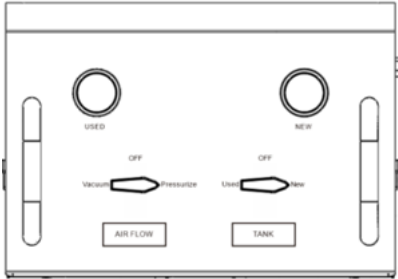

Fig 11.
2. Drehen Sie am Bedienfeld das linke Ventil „AIR FLOW (LUFTFLUSS)“ auf die Position „Pressurize (Unter Druck setzen)“, das rechte Ventil „TANK“ auf die Position „New (Neu)“ (Abb. 11), öffnen Sie die Ventile an beiden Schläuchen (Abb. 12) und öffnen Sie dann das Werkstatt-Luftventil, um den Kältemittelaustausch